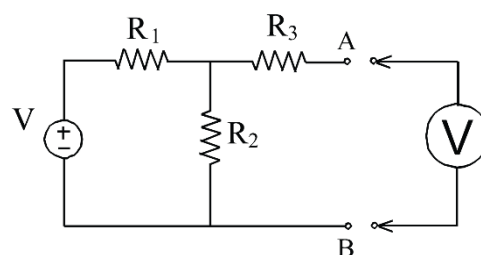
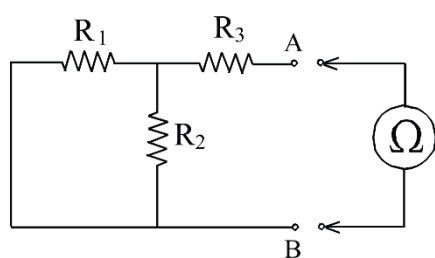

Figura 2
Figura 3
Elige 4 resistencias y utilizando el polímetro como óhmetro mide su valor y error e identifícalas con  $R_1$ ,  $R_2$ ,  $R_3$  y  $R_L$  (no hace falta que el orden de valor sea creciente, asigna los valores como quieras). A continuación, monta el circuito de la figura 2 y mide: a) la diferencia de potencial entre los bornes de la fuente de continua  $V$ , y b) la diferencia de potencial entre los puntos A y B. Este último valor es el voltaje de Thevenin  $V_T$ .
Desconecta la fuente y en su lugar une los bornes con un puente para crear un cortocircuito tal y como se muestra en la Figura 3. Mide la resistencia equivalente  $R_T$  en los puntos A y B.
- Indica los valores y errores de las medidas de  $V_T$  (obtenido según figura 2) y de  $R_T$  (obtenido según figura 3). Calcula los valores teóricos [ecuaciones (1) y (2)] de estas dos magnitudes y compáralos con los experimentales (no es necesario calcular el error de los valores teóricos)